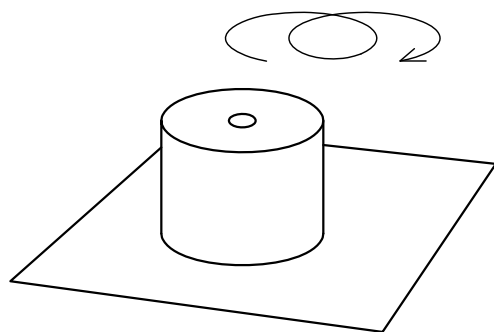

Рис.3
4. Срез зачистите на крупной наждачной бумаге, предварительно расстелив ее на плоскости. См. Рис.3.